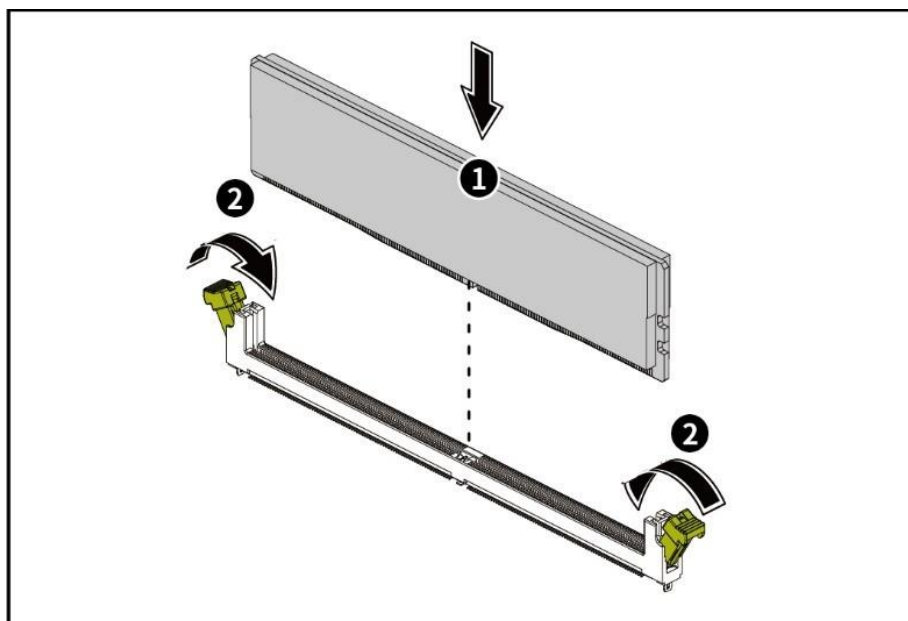

Рисунок 70 – Установка памяти
- Совместите выемку на нижнем крае модуля памяти с выемкой на слоте и вставьте модуль памяти вертикально вдоль направляющих разъема (см. рисунок 70).